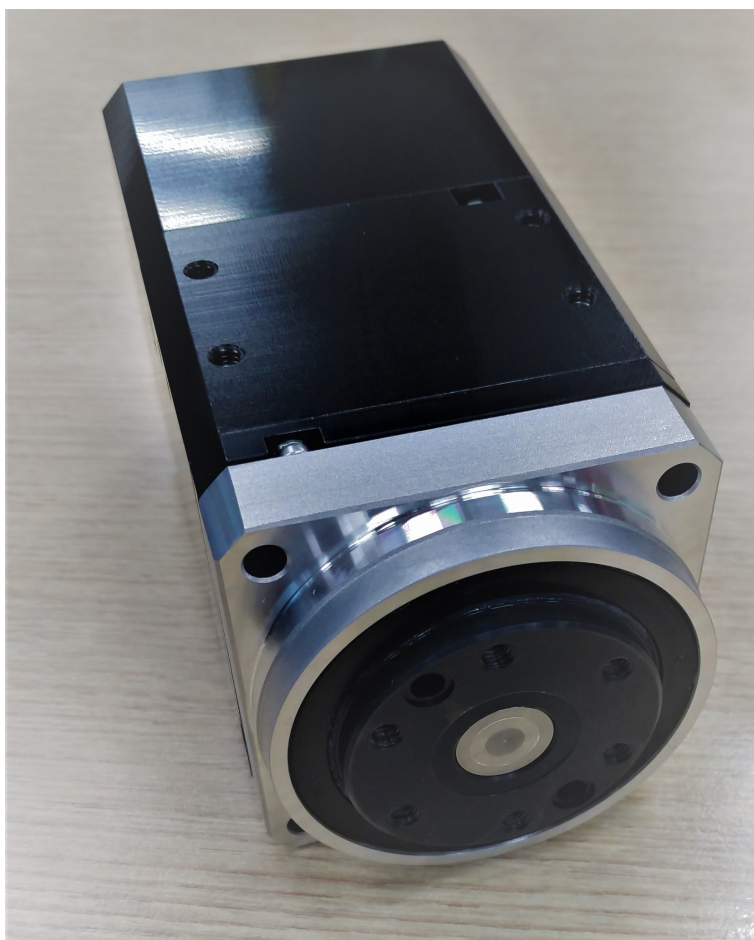

Figure 1: Buildit Actuator
- Buildit Actuator 本体 (fig. 1) : 1 台